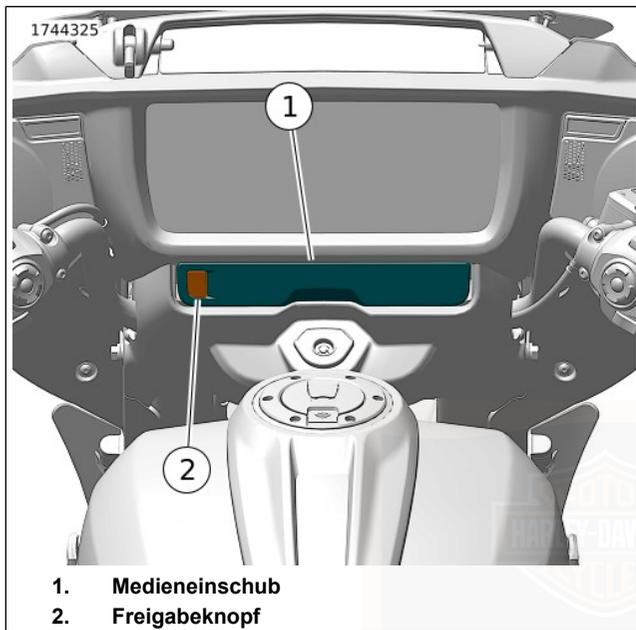

Abbildung 53. Medienfach: Gabelmontierte Verkleidung
Siehe Abbildung 53. Das Medienfach ist ein Behältnis in der Instrumententafel, das genutzt werden kann, um ein Mediengerät anzuschließen oder kleine Artikel zu verstauen. Media-Player und USB-Speichermedien mit Mediendateien können über den USB-C-Anschluss (Universal Serial Bus
Öffnen: Siehe Abbildung 53. Die Entriegelungstaste (2) drücken, um das Medienfach (1) zu öffnen.